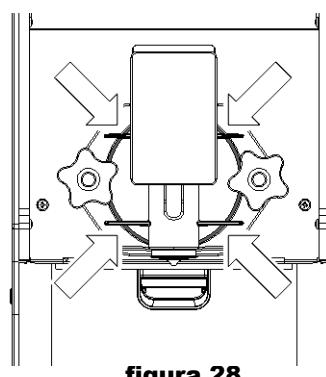

figura 28
- Una vez por día: controle el distribuidor y verifique que no haya pérdidas de producto a través de la junta del grupo grifo. Si se detectan pérdidas, verifique en primer lugar que los componentes estén colocados correctamente; a continuación, verifique que la junta no sea defectuosa y no esté desgastada; de ser así, sustitúyala con un repuesto original del fabricante. (ver figura 28)